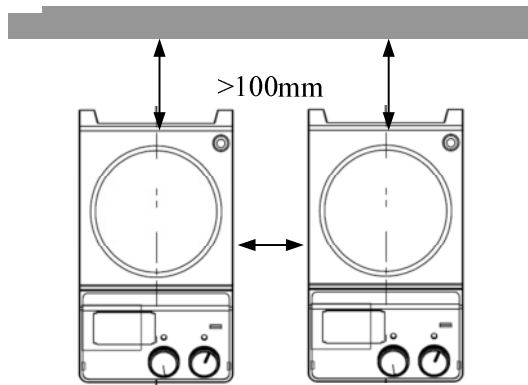

Abbildung 1
- Beachten Sie den Abstand zu Wänden und Gerät zu Gerät (siehe Skizze Fig. 1)